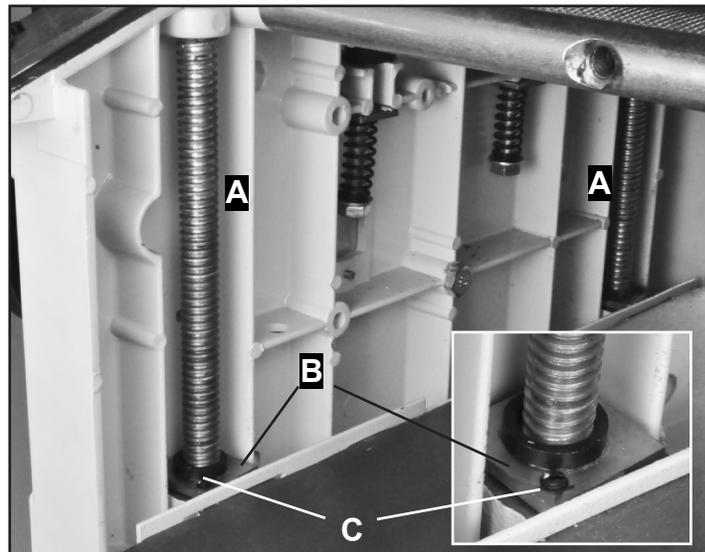

FIG. 24
1. La table raboteuse est fixée à l'armoire et se déplace verticalement par quatre broches filetées, ou poteaux (#131, FIG. 24, A). À la base des fuseaux, il y a des plaques de positionnement (#141, B). À côté des extrémités du fuseau, il y a quatre vis réglées (#140A, C) qui peuvent être ajustées pour augmenter légèrement ou abaisser une extrémité de la table de rabotage de sorte qu'elle soit parallèle à la tête de coupe.